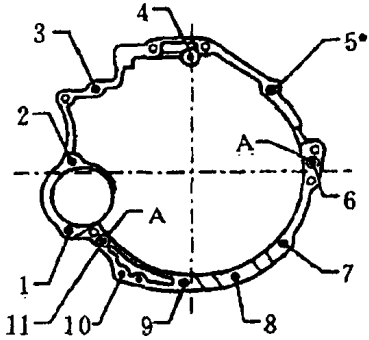

图 1-19
(5) 安装原气缸盖或原气缸体时，才能重复使用放出的冷却液。
(6) 连接蓄电池后，输入收音机防盗密码。用电动开关完全关闭前门电动门窗，然后沿关闭方向再次操纵所有电动门窗开关（至少 1s），启动单触功能。调整时钟。
(7) 起动机前，检查机油油位。
(8) 适配节气门控制单元，查询故障存储。
(9) 按规定力矩螺栓，如图 1-19、表 1-1 和表 1-2 所示。